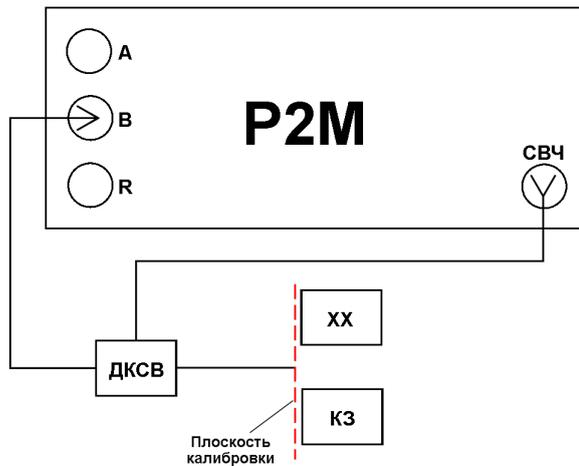
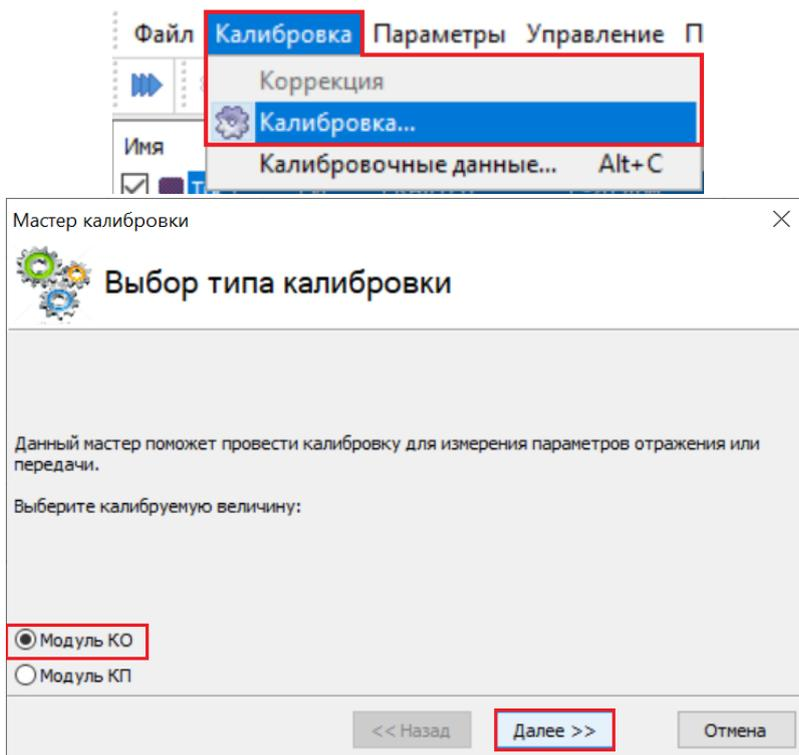

Рисунок 8. Проведение калибровки в режиме измерения модуля КО.
Рис. 9. Настройка параметров калибровки модуля КО.
9. Выбрать в главном меню *Калибровка* -> *Калибровка...* В окне «Мастер калибровки» выбрать «Модуль КО». Провести калибровку, поочередно подключая к СВЧ-выходу датчика КСВ меры ХХ (холостого хода) и КЗ (короткого замыкания) по схеме, приведенной на рис. 8, следуя указаниям Мастера калибровки, рис. 9.